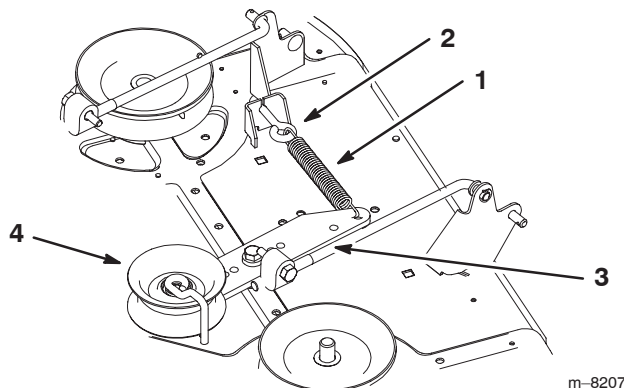

Bild 45
13. Haken Sie die Feder vom Spannscheibenarm in die Halterung am Mähwerk (Bild 45).